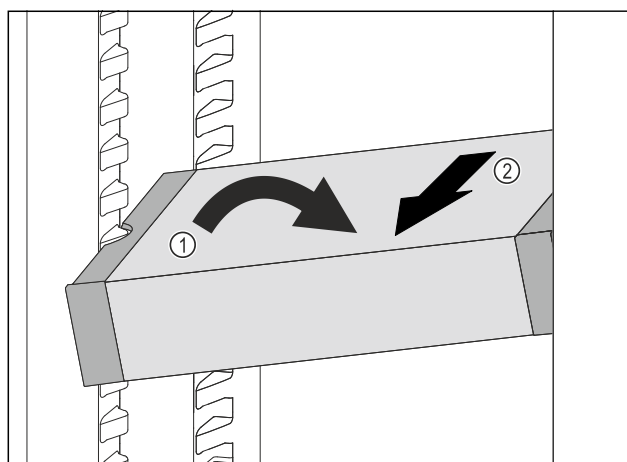

Fig. 140
- VarioSafe postavte v chladničce šikmo. Fig. 140 (1)
- VarioSafe odeberte směrem dopředu. Fig. 140 (2)